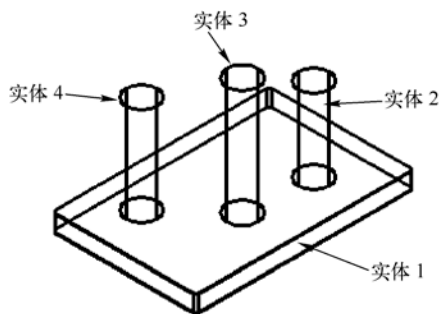

图 9-72 已有的实体模型
(1) 打开随书光盘中“CH9”文件夹中的“BD_差集运算.dwg”文件。在该文件中存在着的实体模型如图 9-72 所示。
(2) 选择“修改”→“实体编辑”→“差集”菜单命令，或者单击“差集”按钮，然后根据命令行的提示执行如下操作。